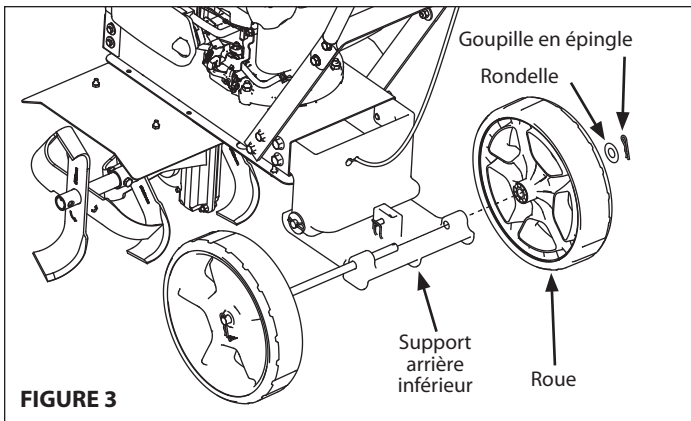

FIGURE 3
- Monter l'axe de roues sur le support arrière inférieur. Poser les roues aux deux extrémités de l'axe; poser une rondelle de 12 mm sur l'axe contre chaque roue; insérer des goupilles en épingle dans les trous de l'axe pour tenir les rondelles et les roues en place. **VOIR FIGURE 3**